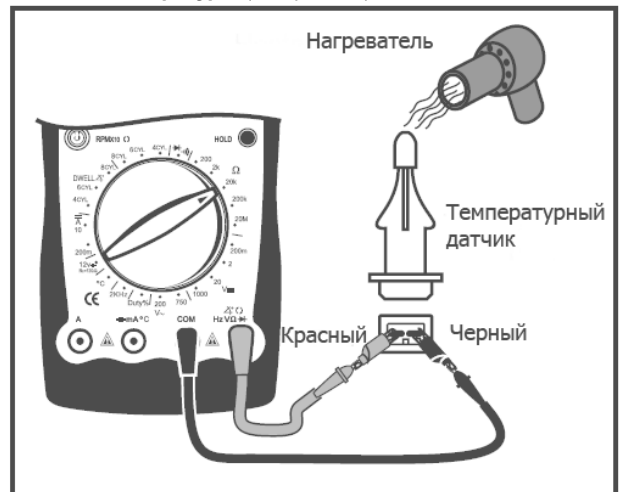

Рис. 17
2. Датчик температуры (См. рис. 17)